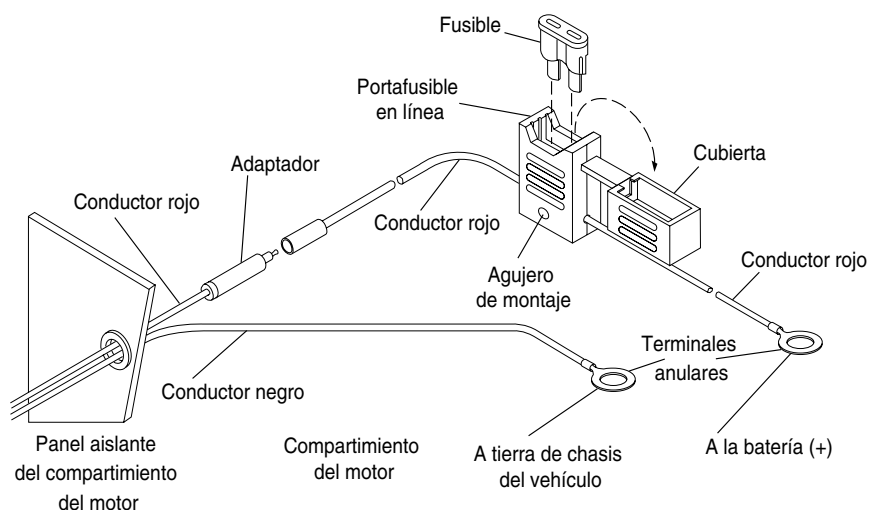

Figura 2-2. Conjunto del cable de alimentación
4. Conecte el conductor negro del cable de alimentación al punto más cercano de conexión a tierra de chasis del vehículo, que normalmente es el punto central de conexión a tierra cerca de la batería (usando si es necesario el terminal anular provisto). Corte el conductor negro para eliminar la holgura del cable. (Ver Figura 2-2).
6. Inserte el extremo desnudo del conductor rojo del portafusible dentro del agujero del terminal en forma de anillo y engárcelo a presión. Enchufe el conector macho del conductor rojo del adaptador del portafusible al receptáculo correspondiente del conductor rojo del cable de alimentación. (Ver Figura 2-2).
9. Compruebe que todas las conexiones estén correctas. Inserte el fusible en el portafusible y cierre la cubierta. (Ver Figura 2-2).